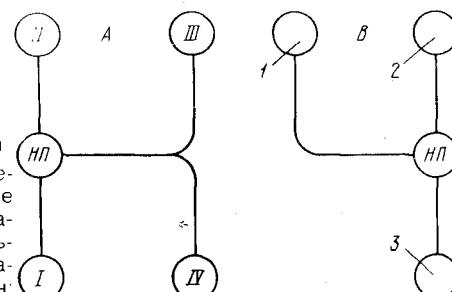

Рис. 6. Схема переключения передач
**Рычаги управления коробкой передач** (рис. 6). Правым рычагом включается нормальный и ускоренный диапазоны передач и задний ход, левым рычагом включается одна из выбранных передач. Включенные положения рычагов фиксируются устройством, связанным с педалью муфты сцепления трактора. Ни один из рычагов нельзя переключить, если не выключена муфта сцепления.